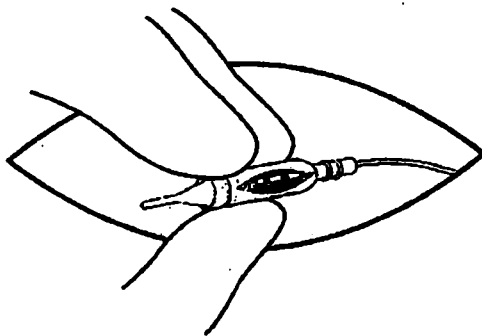

Figura 5. Sujete el extremo con tornillos de la extensión entre el pulgar y dos dedos.
5. Sujete firmemente el extremo con tornillos de la extensión entre el pulgar y dos dedos para evitar que gire (Figura 5).